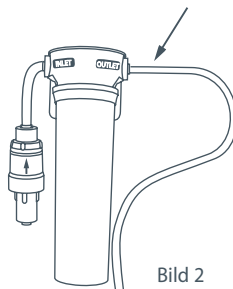

Bild 2
- 4 Anslut det vita 6 mm (1/4") röret till vattenfilterkassetts utventil enligt bild 2. Dra försiktigt för att försäkra att det sitter på plats.